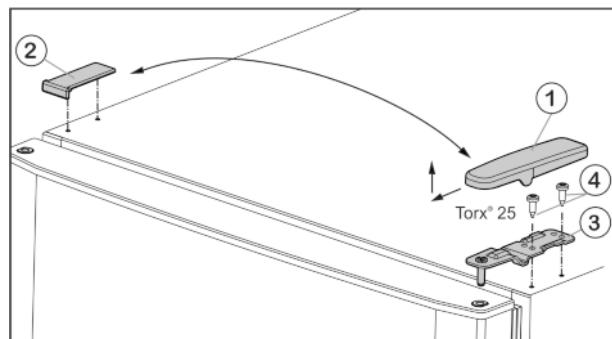

Fig. 5
- ▶ Потяните крышку Fig. 5 (1) вперед и вверх.
- ▶ Снимите крышку Fig. 5 (2).
- ▶ Открутите верхний опорный кронштейн Fig. 5 (3)(2 шт. Torx® 25) Fig. 5 (4) и поднимите вверх.
- ▶ Установите верхний опорный кронштейн Fig. 5 (3) на новой стороне шарнира и защелкните в дверце.
- ▶ Привинтите верхний опорный кронштейн (с моментом 4 Нм)(2 шт. Torx® 25) Fig. 5 (4). При необходимости используйте аккумуляторный шуруповерт.
- ▶ Наденьте и защелкните крышку Fig. 5 (1) на противоположной стороне снаружи.
- ▶ Также наденьте сверху и защелкните крышку Fig. 5 (2) на противоположной стороне.